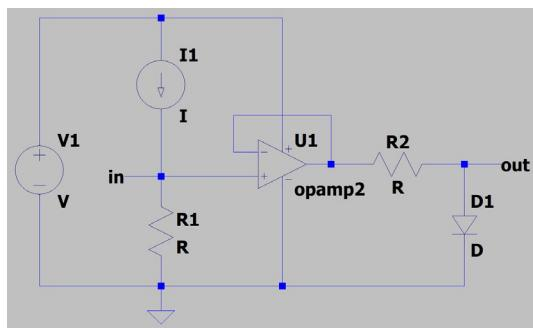

図 2.1 回路図を作成し終えた状態
7. ラベルを作成する。Label Net ボタンを押し、空欄に in と入力する。OK を押し、オペアンプの非反転端子(+端子)にラベル in を貼る。同様にしてオペアンプの出力端子に out というラベルを貼る。ここまで作業すると図 2.1 の様な回路図が完成するので、適当な場所に保存する。